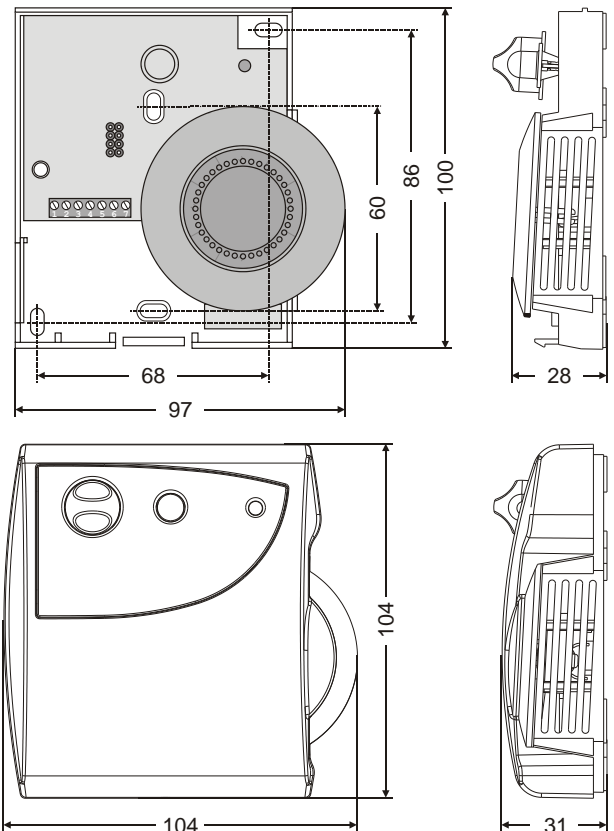

Abb. 2. Befestigungslöcher und Abmessungen (mm)
Die Raumbediengeräte können mit geeigneten Schrauben auf eine 60 mm Unterputzdose oder direkt auf der Wand montiert werden. Siehe Abb. 2 für Befestigungslöcher und Abmessungen (gezeigt ist das CLCM5T,6T, jedoch sind die Abmessungen für alle Modelle gleich).
3. Montieren Sie das Gerät auf der Unterputzdose oder bohren Sie Befestigungslöcher gemäß Abb. 2 und das Gerät mit geeigneten Schrauben montieren.